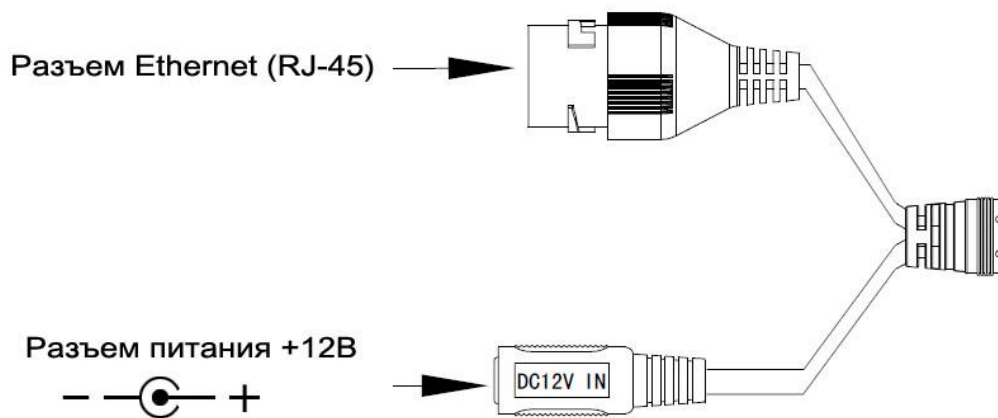

Рисунок 6.2
6.5 Подключите соединительные провода (разъемы) в соответствии со схемой внешних подключений (рис.6.2) и соблюдением полярности. Неверное соединение может привести к повреждению и/или неправильному функционированию оборудования.